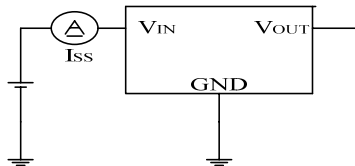

图2
- 3  $I_{SS}:V_{IN}=30V$  无负载时,图 2 中电流表的电流值